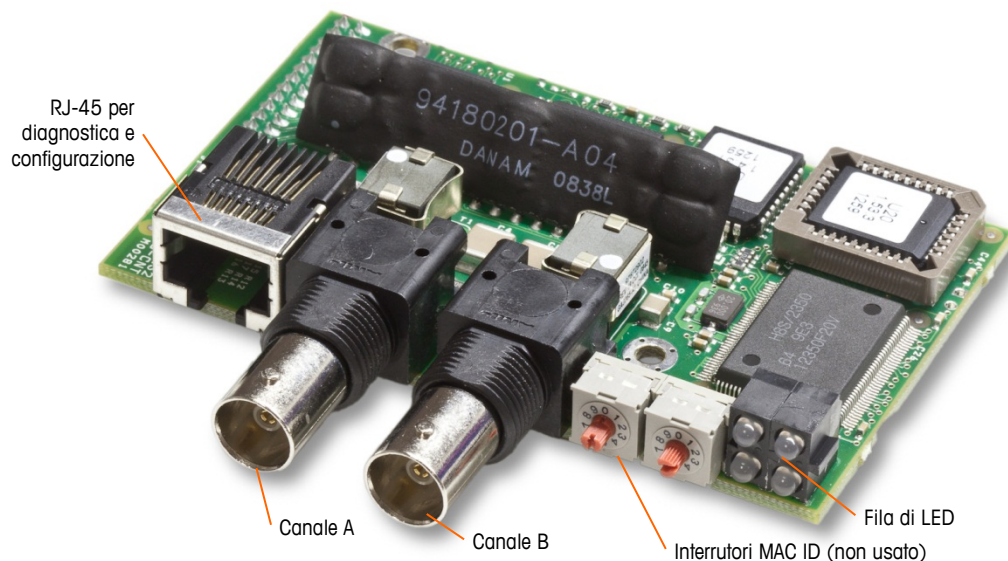
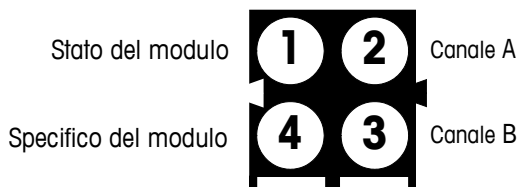

Figura 2-99: Connessioni e componenti del modulo PLC ControlNet
Figura 2-100: LED degli indicatori di stato ControlNet
Il modulo PLC ControlNet (Figura 2-99) collega alla rete ControlNet attraverso uno o due cavi coassiali (Figura 2-101). Il Canale B è ridondante con il canale A, e non viene utilizzato a meno che ControlNet non rileva alcun segnale sul canale A. Notare che l'indirizzo del modulo è impostato nel software, e gli interruttori MAC ID indicati in Figura 2-99 non sono utilizzati.
- **Non** collegare un cavo Ethernet al connettore RJ-45 mostrato sulla sinistra della Figura 2-99. Si potrebbe danneggiare l'unità IND780.
La Figura 2-100 mostra la matrice dell'indicatore di stato dei LED sulla scheda ControlNet (vedere anche la Figura 2-99).